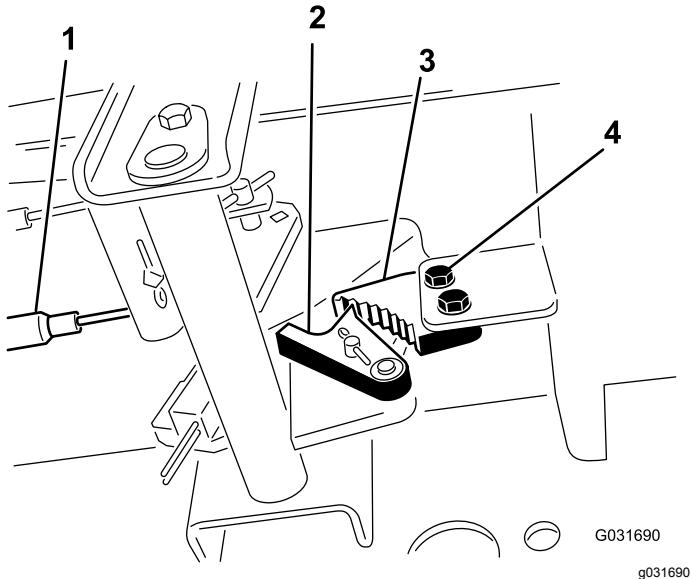

図 55
1. 駐車ブレーキのツメをフレームに固定しているねじ2本をゆるめる図 55。
2. ブレーキのツメが戻り止めに完全に掛かるまで駐車ブレーキペダルを前に踏み込む図 55。